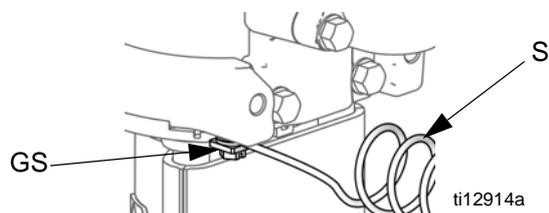

FIG. 2. Vite e filo di terra.
1. Pompa: Vedere FIG. 2. Verificare che la vite di terra (GS) sia fissata e avvitata saldamente al motore pneumatico. Collegare l'altra estremità del filo di terra (S) a una presa di terra efficace.